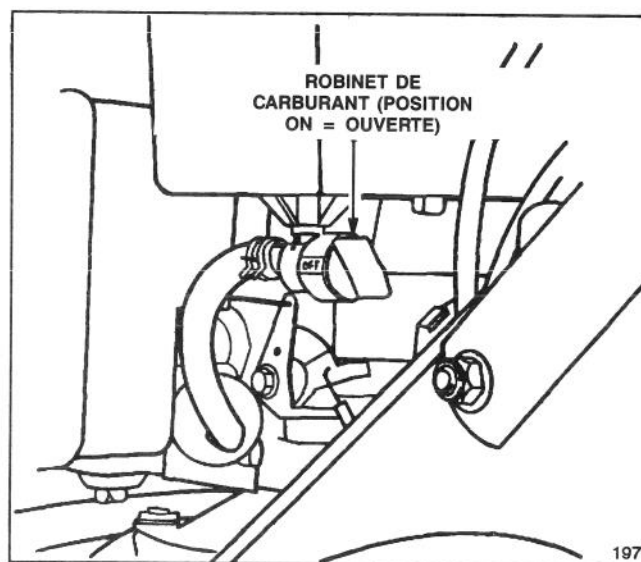

Figure 10
3. Ouvrez le robinet d'essence (position ON, figure 10).